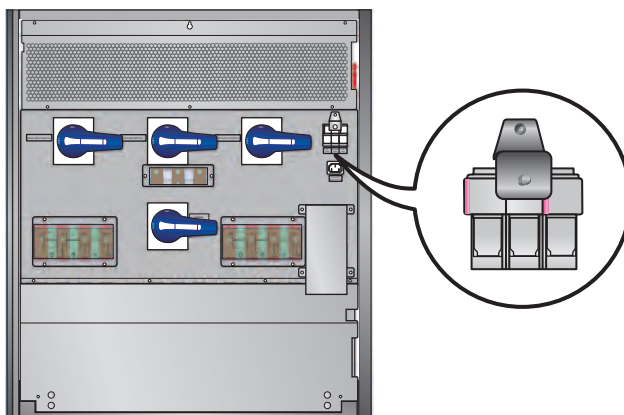

Рис. 6-а. Держатели предохранителей закрыты
2. Разность напряжений между зажимами нуля (N) и заземления (⏚) не превышает 3 В.
4. Держатели предохранителей вентилятора и источника питания закрыты. См. **Рис. 6-а**.